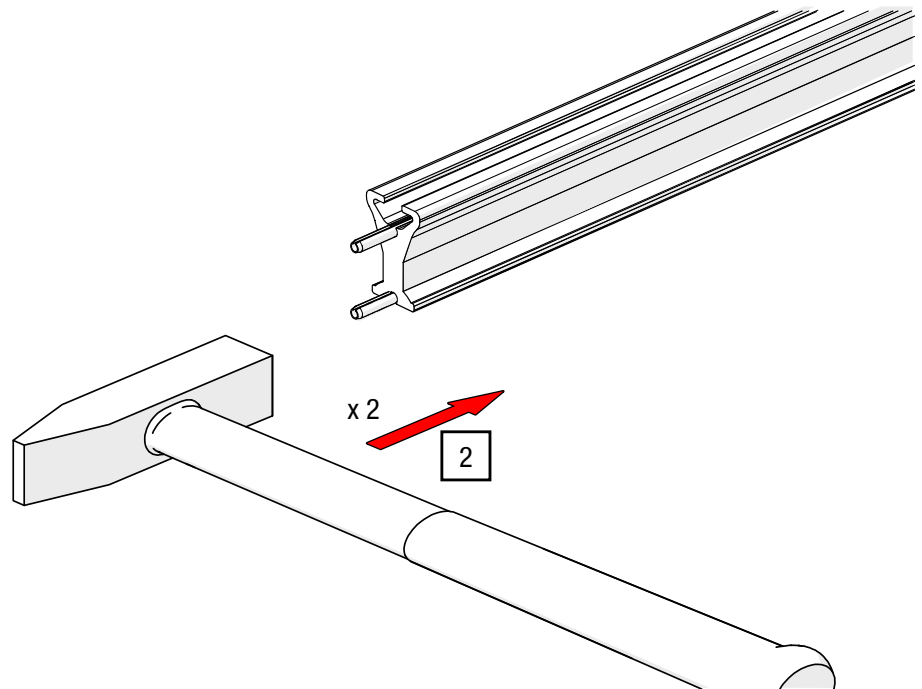

Abb. 26: Schienenverbinder – Verbindungsstift einhämmern
2. Hämmern Sie die Verbindungsstifte bis zur Hälfte in die Schiene (siehe Abb. 26).